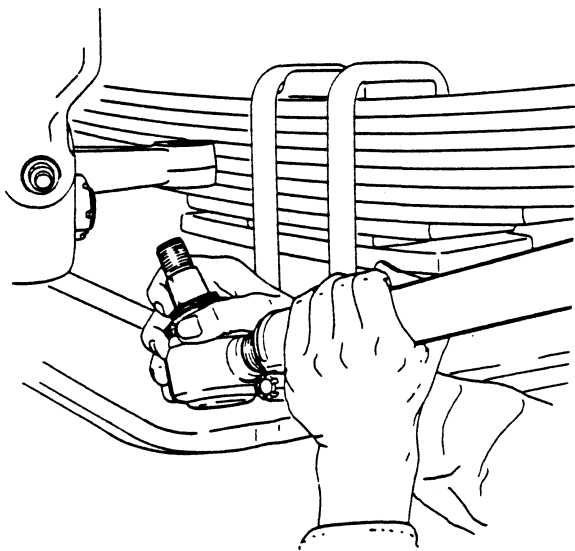

Fig. 4
- Draai de klembouten van het klemstuk van het kogeleind zover los dat het kogeleind draaibaar wordt (Fig. 4).